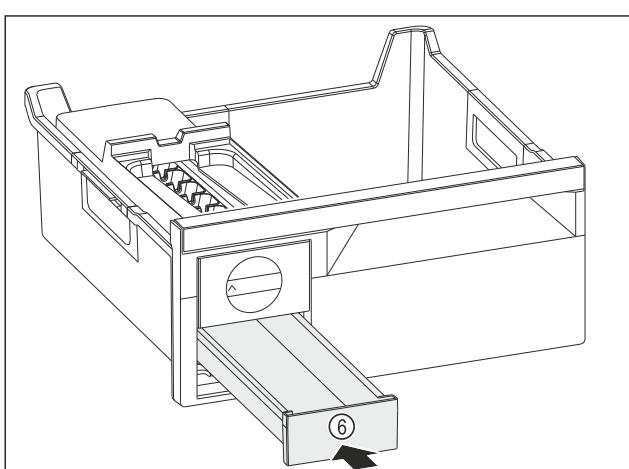

Fig. 87
- Umetnite Fig. 87 (6) pretinac za kockice leda.